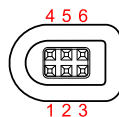

Рис.4. Интерфейсный разъем кабеля для загрузки данных.
- Перейти на вкладку «Настройки сервера» и установить формат передачи «3-AGTP» (Рис.4).